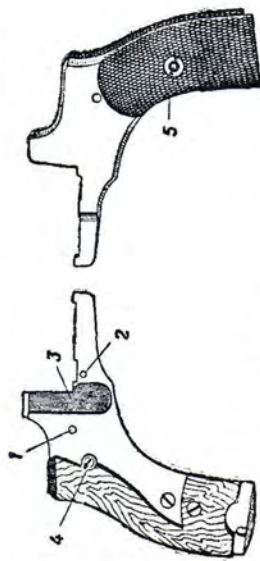

Рис. 9. Боковая крышка:
11. Боковая крышка (рис. 9) закрывает рамку с левой стороны. Она прикреплена к рамке соединительным винтом.